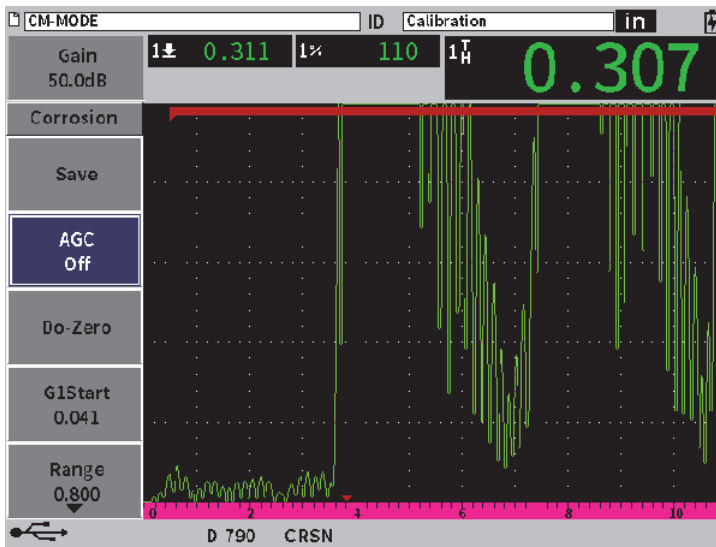

Figura 11-38 AGC desativado no modo de precisão
2. Gire o botão de ajuste para definir **AGC** para **Deligar** (veja Figura 11-38 na página 226).